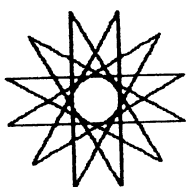

图 2.2 十二角星
2. 画十二角星: 每次让海龟前进80步、右转150度,共重复12次。如图2.2